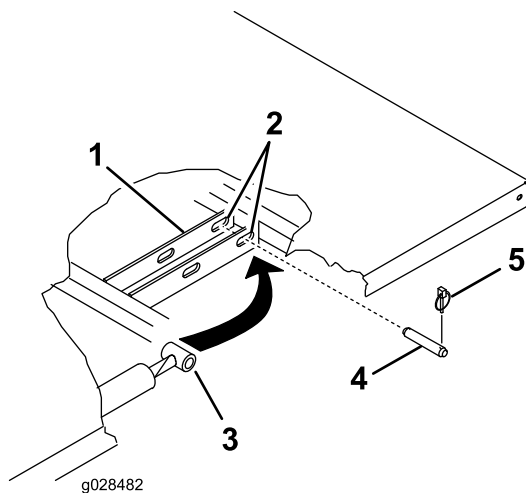

Figure 5
7. Insérez l'axe par l'extérieur du plateau, la goupille à anneau étant à l'extérieur (Figure 5).